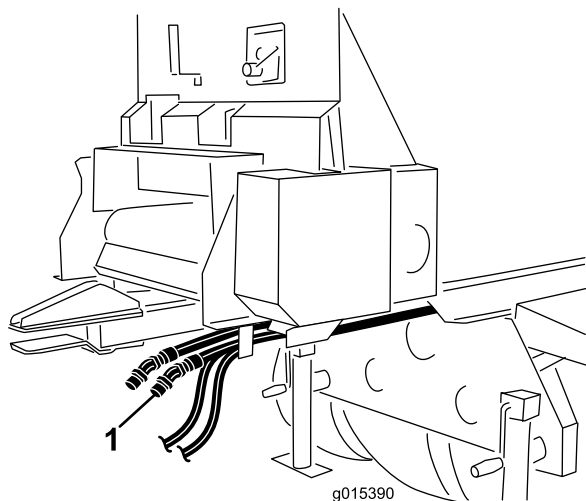

Figura 11
5. Enrute las mangueras hidráulicas de presión y retorno desde la ProPass, por debajo del conjunto del enganche y hasta el vehículo de remolque (Figura 11). Sujete las mangueras al conjunto del enganche con bridas.